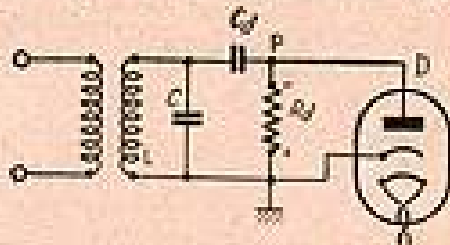

FIG. XII-2
b) le montage dit parallèle, parce que la résistance de détection  $R_d$  est en parallèle avec la diode D (voir fig. XII-2).
Le condensateur Cd est le condensateur de détection ou condensateur-réservoir; dans le montage parallèle (fig. XII-2), il cumule en outre la fonction de condensateur de liaison à la diode.